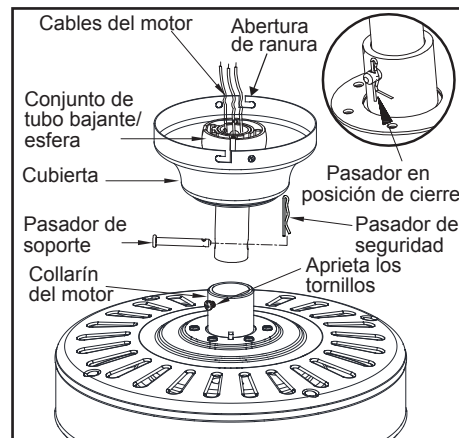

Figura 6
3. Asegúrate de que las ranuras queden en la parte superior. Inserta los cables a través de la cubierta y enseguida a través del conjunto del tubo bajante y esfera. (Figura 6)
5. Alinea los orificios en la parte inferior del tubo bajante con aquellos del collarín en la parte superior de la carcasa de motor. (Figura 6) Inserta con cuidado el pasador de soporte a través de los orificios del collarín y del tubo bajante. Ten cuidado de no apretar contra el cableado dentro del tubo bajante. Inserta el pasador de cierre en el orificio cercano al extremo del perno hasta que encaje en su posición, como se muestra en el círculo de la Figura 6.